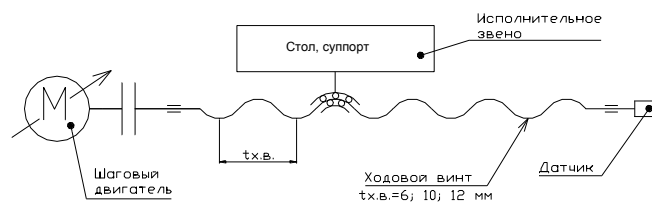

Рис. 1 Кинематическая схема привода подачи токарного станка
- 22) На какую величину переместится суппорт за один оборот однозаходного винта, если шаг резьбы  $p=12$  мм (Рис. 1)?
- 23) На какую величину переместится суппорт токарного станка за один оборот ходового винта, если шаг ходового винта  $p=10$  мм, а число заходов  $k=2$  (Рис. 1)?
- 24) Какой тип передачи винт-гайка показан на кинематической схеме (Рис. 1)?